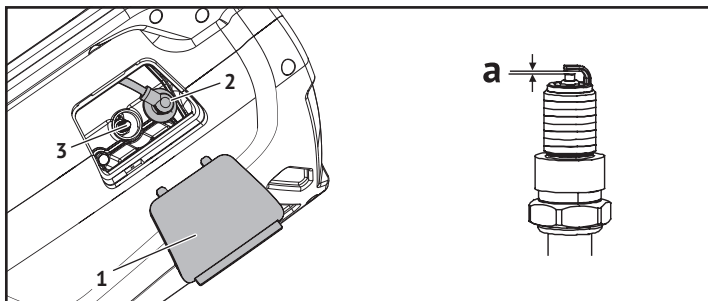

Рис. 11
Свеча зажигания — важная часть двигателя, её нужно периодически проверять. Она расположена в отсеке корпуса генератора под крышкой (1), рис. 11.
СОВЕТ: Зазор свечи **а** (рис. 11) должен измеряться свечным щупом и при необходимости корректироваться согласно спецификации свечи.